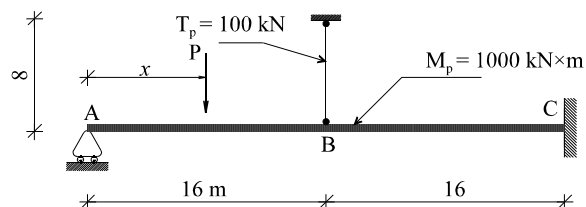

Figura 9
9) La viga apoyada-empotrada  $AC$  de la figura 9 está sujeta, además, en el punto  $B$  por un tirante vertical. Los valores de plastificación de los elementos resistentes se anotan en la propia figura. Una carga puntual  $P$  puede ocupar cualquier punto de la viga  $AC$ . Se pide: